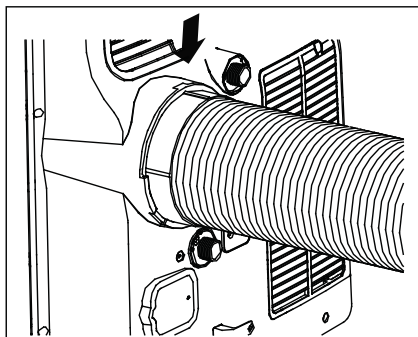

Fig. 8
5. Prindeți prin culisare ansamblul de unitate (Fig. 8).